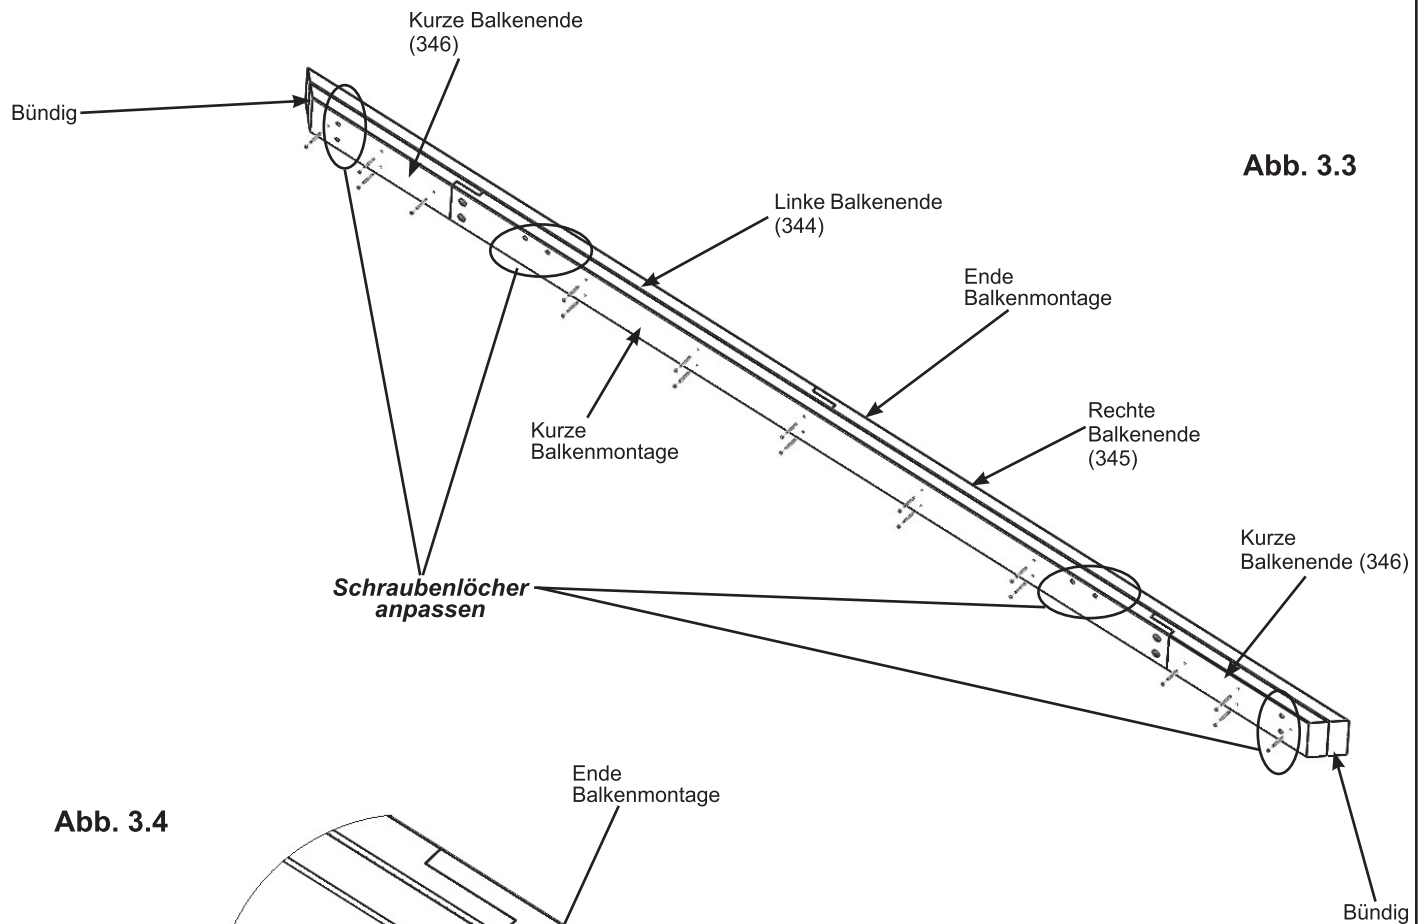

Abb. 3.3
D: Platzieren einen Kurze Balkenmontage an einem der Ende Balkenmontage, dass die Enden bündig sind. Die Bohrungen in jedem Kurze Balkenende (346) müssen mit den Bohrungen im Linke Balkenende (344) und Rechte Balkenende (345) übereinstimmen. Befestigen Sie mit 18 Holzschrauben #8 x 2-1/2" befestigen. (Abb. 3.3 und 3.4)